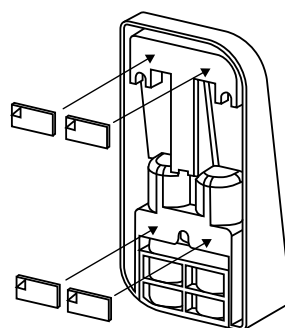

Fig. 7
- 2 Cole as almofadas adesivas fechadas nas posições mostradas no desenho e retire os filmes de suporte (Fig. 7).